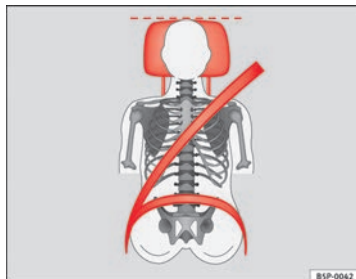

Fig. 14 Sangle de ceinture de sécurité bien ajustée et appuie-tête correctement réglé (vue de face)
- La sangle baudrier de la ceinture de sécurité doit passer au milieu de l'épaule, jamais sur le cou. La ceinture de sécurité doit s'appliquer bien à plat sur le buste et l'enserrer fermement ⇒ fig. 14.